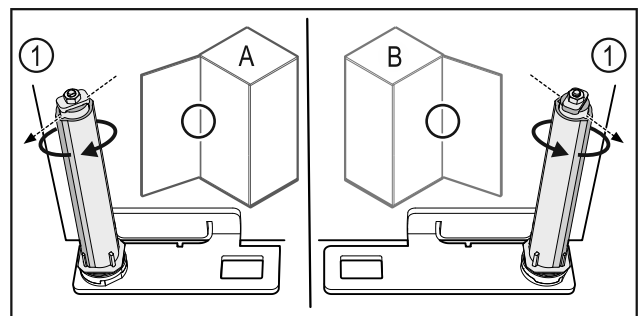

Fig. 61 Ovi avautuu vasemmalle (A) / ovi avautuu oikealle (B)
- Kierrä sulkuyksikköä vastusta vasten niin pitkälle, että sulkujärjestelmän porras Fig. 61 (1) osoittaa ulospäin.